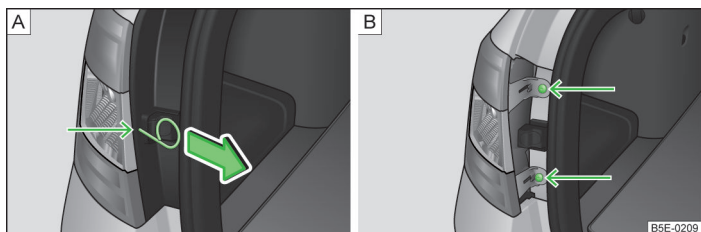

Fig. 223 Démontage du cache/de l'ampoule
- Insérer l'étrier servant au retrait des enjoliveurs intégraux de roue » page 226, *Outils de bord* dans l'orifice à l'emplacement désigné par la flèche » fig. 223 - .
- Retirez le cache dans le sens de la flèche » fig. 223- .
- Dévissez la lampe à l'aide du tournevis faisant partie de l'outillage de bord » fig. 223 - .